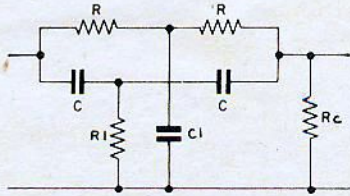

Figura 89
repetido na figura 89. Se egermos corretamente os componentes, inclusive a resistência de carga (RC), podemos obter uma defasagem positiva ou negativa e uma característica de fase bem aguda, capaz de manter uma boa estabilidade das oscilações. Pode-se obter uma defasagem de 180° , com o circuito da figura 89, se respeitarmos as seguintes relações entre os componentes: